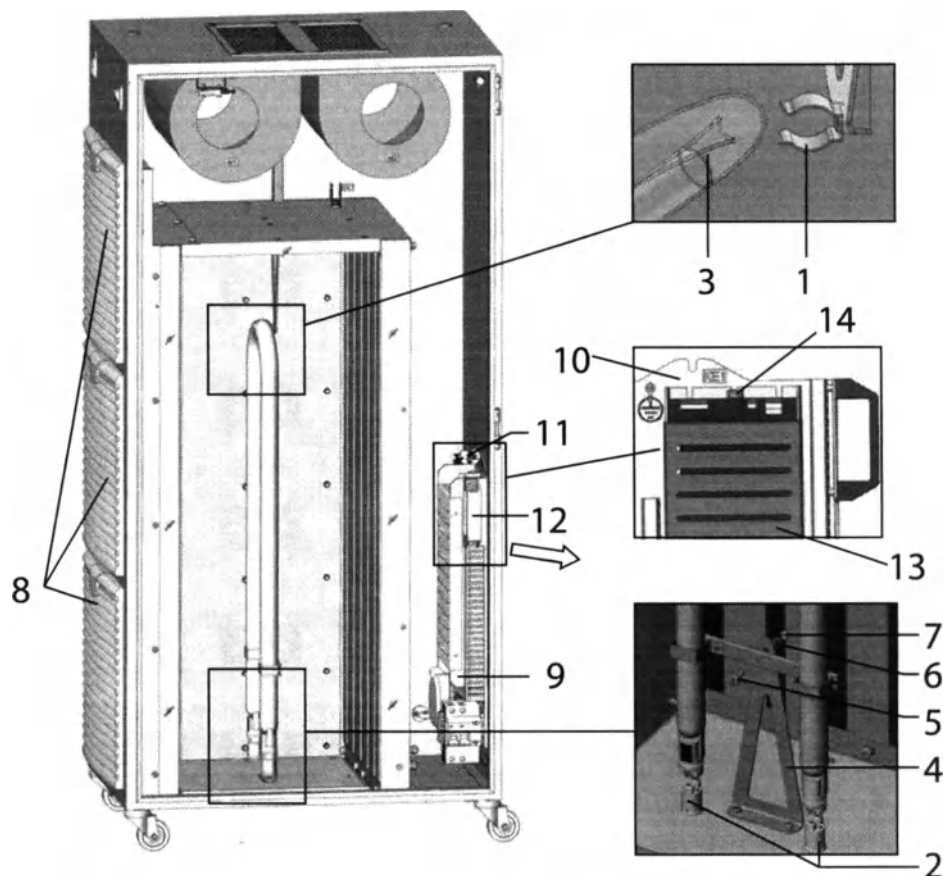

Рисунок 17.1 – Крепление УФ-лампы и УПЛА:
5. Открутить гайку 7 с шайбой 6 и вынуть винт 5 из кронштейна 4 и перемычки лампы 3 (см. Рисунок 17.1).
6. Отсоединить разъемы 2 от ультрафиолетовой лампы 3 (см. Рисунок 17.1).
7. Извлечь УФ-лампу 3 (см. Рисунок 17.1) из зажима 1.
8. Установить новую ультрафиолетовую лампу в зажим 1 (см. Рисунок 17.1).
2. Открыть одну из вентиляционных решёток 8 (см. Рисунок 17.1).
3. Открутить гайку-барашек 11 монтажной панели 10 (см. Рисунок 17.1). Аккуратно извлечь приборную панель за ручку 12 из корпуса рециркулятора.
4. Открутить с двух сторон УПЛА гайки 14, снять защитную сетку 13 (см. Рисунок 17.1).
5. Отсоединить провода от клеммников УПЛА 9 (см. Рисунок 17.1).
6. Снять неисправный УПЛА 9 (см. Рисунок 17.1).
8. Произвести подключение проводов к клеммникам УПЛА 9 (см. Рисунок 17.1).
9. Установить защитную сетку 13, закрутить две гайки 14 (см. Рисунок 17.1).